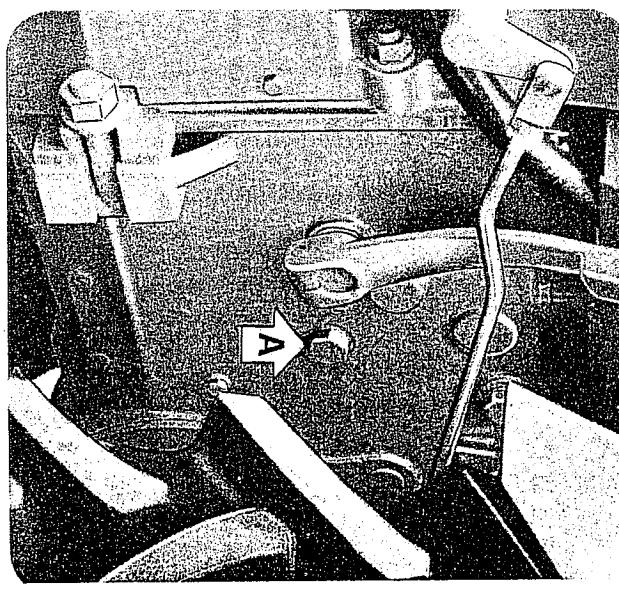
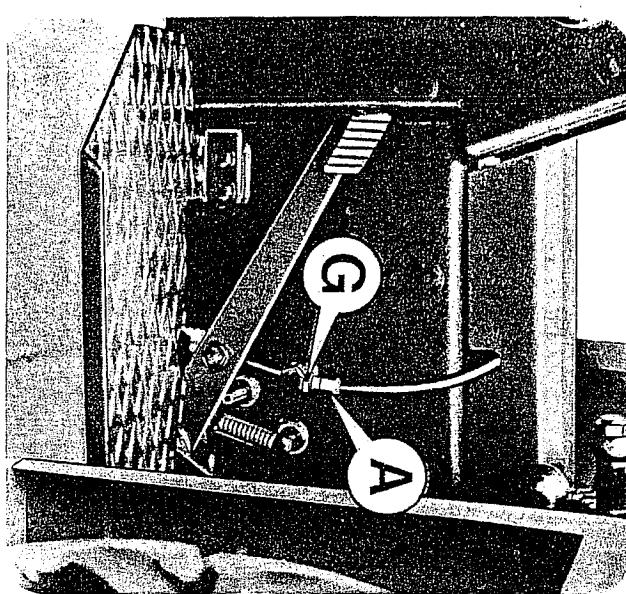

FIG. 28
FIG. 30
a) Giunti travatura 4RM (FIG. 28); Travatura RS (FIG. e stezzo 4RM (FIG. 27); Travatura RS (FIG. 30); Giunti travatura RS (FIG. 31);
- a) 4RM frame (FIG. 28); 4RM frame and steering joints (FIG. 27); RS frame (FIG. 30); RS frame joints (FIG. 31);
a) Barre accouplement 4RM (FIG. 28); joint barre d'accouplement et direction 4RM (FIG. 27); Barre d'accouplement RS (FIG. 30); joint barre d'accouplement RS (FIG. 31);
a) Armazón 4RM (FIG. 28); juntas de armazón y dirección 4RM (FIG. 27) armazón RS (FIG. 30); juntas armazón RS (FIG. 31);